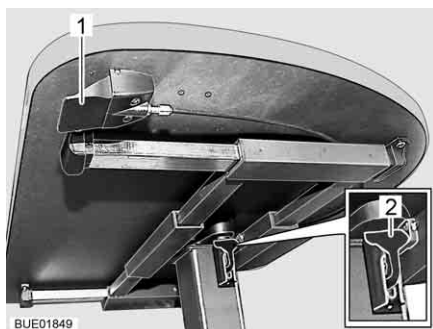

Fig. 78 Tavolo rialzabile con tasto di sblocco
- Tirare o spingere la leva di serraggio (Fig. 78,2) verso il basso.
- Premere verso l'alto la leva di serraggio (Fig. 78,2).
- Premere e tenere premuto il tasto di sblocco (Fig. 78,1). Il piano del tavolo va automaticamente verso l'alto fino al fine corsa.
- Rilasciare il tasto di sblocco (Fig. 78,1). Il piano del tavolo rimane nella posizione selezionata.
- Premere e tenere premuto il tasto di sblocco (Fig. 78,1).
- Rilasciare il tasto di sblocco (Fig. 78,1). Il piano del tavolo rimane nella posizione più bassa.